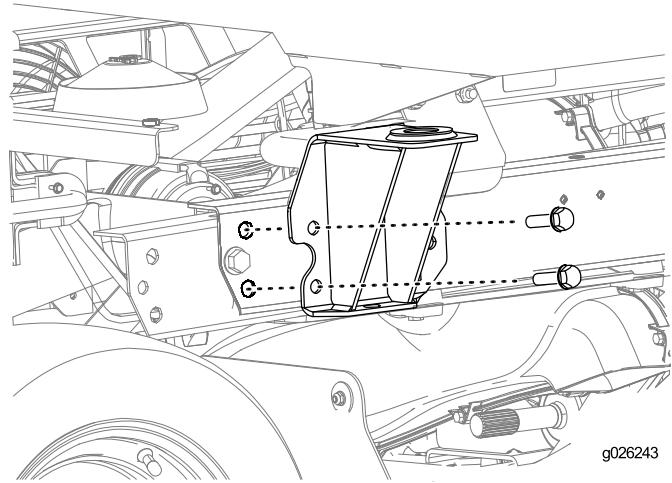

Bild 21
1. Befestigen Sie die hinteren Halterungen mit den Befestigungen, die Sie vom Überrollschutz in Entfernen des Überrollschutzes \(Seite 6\) entfernt haben, an der Maschine, wie in Bild 21 abgebildet.